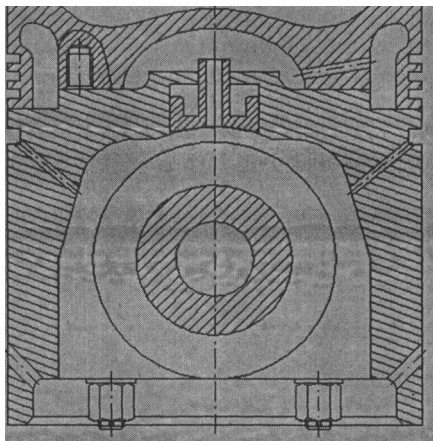

Рис. 4.83
- Выполните команду **Симметрия**. Законченную гайку выделите рамкой, нажмите кнопку 3 (**Показать все**), потом **Операции > Симметрия**. Введите ось симметрии и нажмите кнопку **III (Прервать команду)**. Удалите лишние линии и на второй гайке. Трансформация и вставка стандартных крепежных деталей из библиотеки закончена (рис. 4.83).